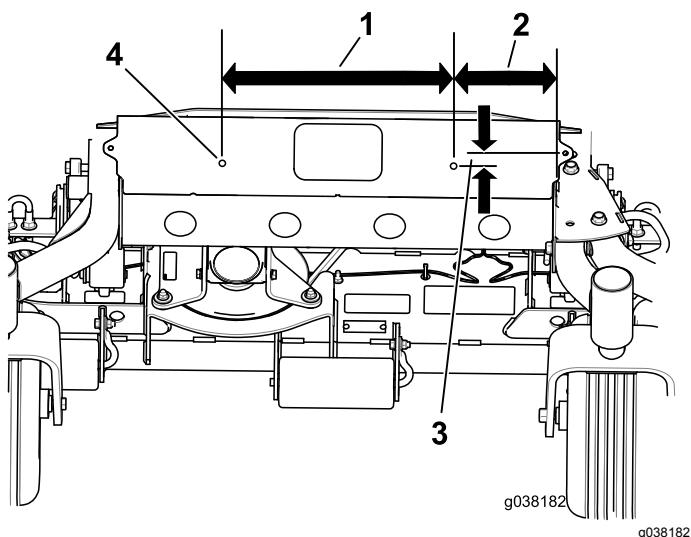

Figura 2
2. Abra os orifícios como se mostra na Figura 2.